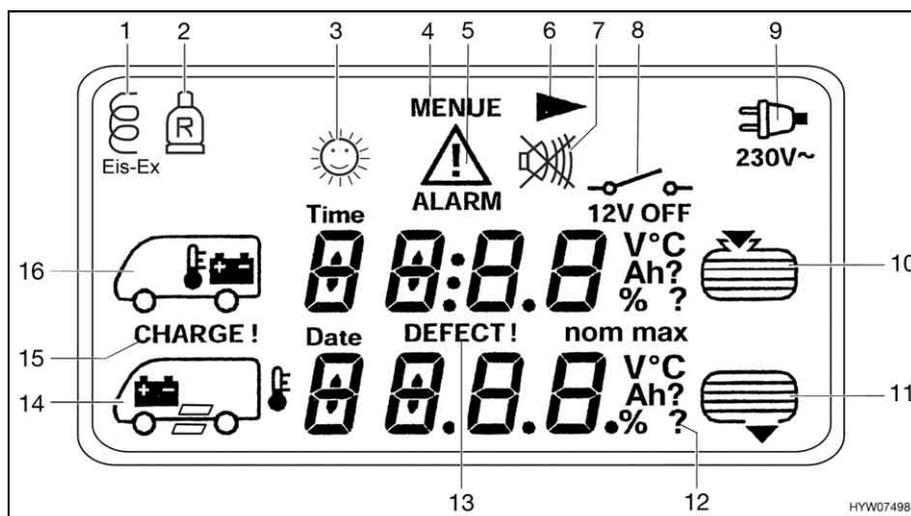
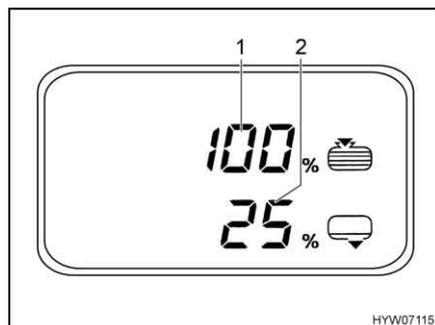

Fig. 133 Rappresentazione dei simboli sul display LCD
Fig. 136 Menu Serbatoio
Il menu base appare e i simboli (Fig. 133,5, 15 e 16) iniziano a lampeggiare non appena la tensione della batteria dell'abitacolo scende al di sotto di 12 V (misurazione durante il normale esercizio) con conseguente rischio che la batteria si scarichi troppo. Inoltre lampeggia l'indicatore della tensione nel menu Batteria.
Appare il menu base e il simbolo (Fig. 133,16) lampeggia. Inoltre nel menu Batteria vengono indicati i dati in Ah e il sollecito "CHARGE!".
Appare il menu base e il simbolo (Fig. 133,16) lampeggia. Inoltre nel menu Batteria viene indicato "DEFECT!".
- Premere il tasto (Fig. 132,9): Appare il menu Serbatoio (Fig. 136).
- Livello del serbatoio dell'acqua (Fig. 136,1)
- Livello del serbatoio delle acque grigie (Fig. 136,2)
Il menu base appare e i simboli (Fig. 133,5, 10 o 11) iniziano a lampeggiare quando il serbatoio dell'acqua è vuoto oppure il serbatoio delle acque grigie è pieno. Inoltre nel menu Serbatoio lampeggia il valore corrispondente in percentuale (Fig. 136,1 o 2).